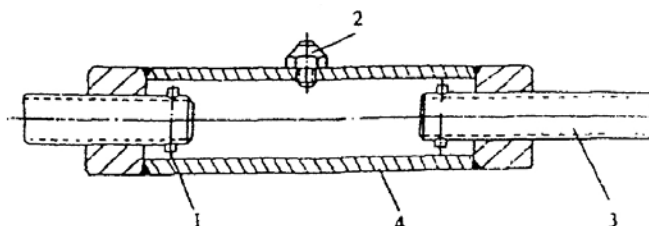

Рис. 4. Снятие левого и правого регулировочных винтов
(4) Снятие ограничительной цепи в сборе, левого и правого регулировочных винтов (Рис. 4)